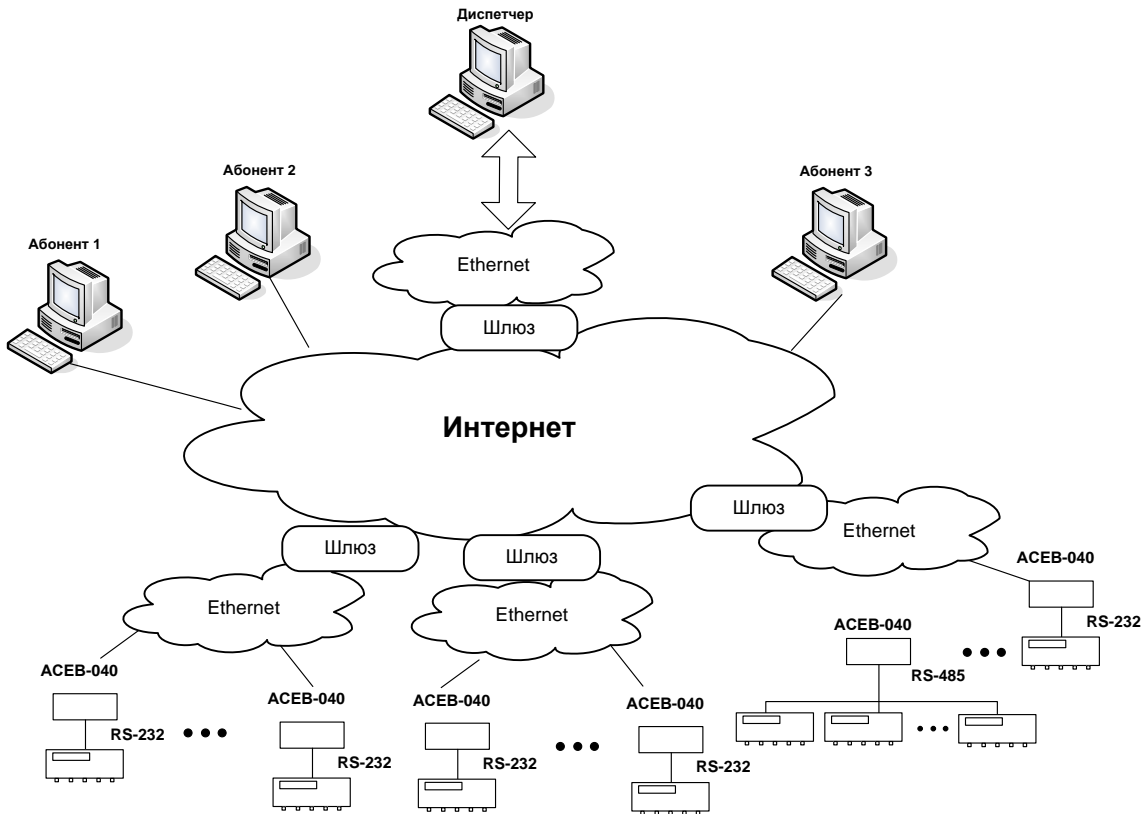

Рис.2. Глобальная система.
1.4.2.5. При организации глобальной диспетчерской системы (рис.2) Ethernet используется для подключения к Интернету, на основе которого осуществляется доступ к приборам, включенным в различные локальные сети. Здесь число сторонних абонентов (организаций), получающих доступ к приборам можно ограничить.